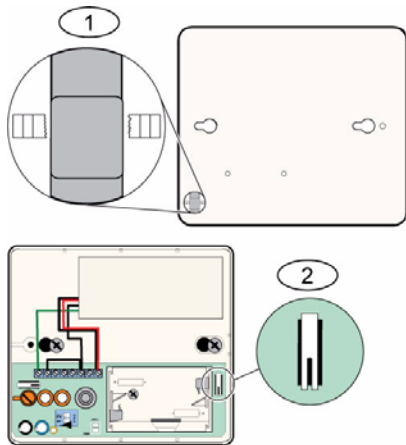

Figura 10.12 Interruptores Anti-sabotagem para a Parede ou para a Tampa
Consulte a *Figura 10.12* na *Página 120*.
- 3. Prima e solte quatro vezes, de forma breve, o interruptor anti-sabotagem para tampa 10 segundos antes de voltar a colocar as baterias. Consulte a *Figura 10.12* na *Página 120*. O detector entra no modo RFSS.